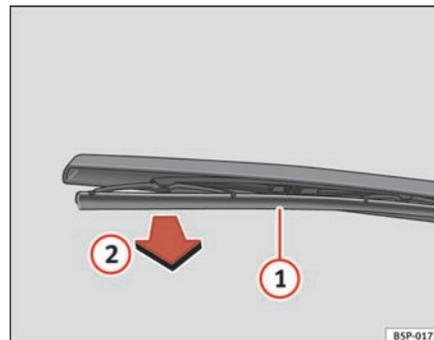

Fig. 150 Cambio de la escobilla del limpialuneta
- Separe el brazo del limpialuneta de la luneta ⇒ fig. 150 ▶
- Desenclipe la escobilla ① y tire de ella ②. ⇒ página 223, fig. 150